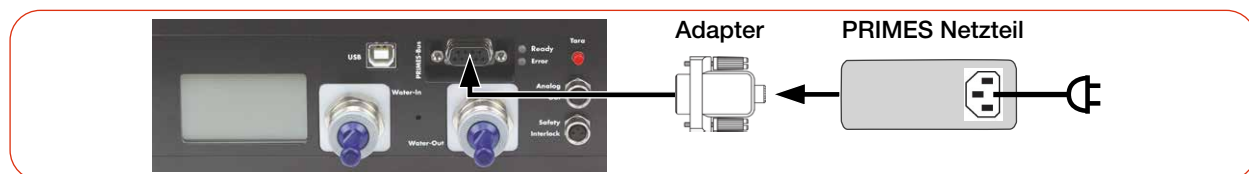

Abb. 7.3: Spannungsversorgung über PRIMES Netzteil, Anzeige der Messwerte am Gerät
- ▶ Schließen Sie das PRIMES Netzteil mit Adapter gemäß der Abb. 7.3 auf Seite 30 an.